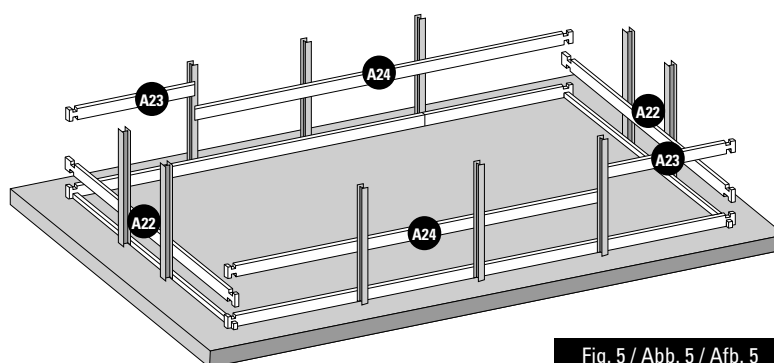

Fig. 5 / Abb. 5 / Afb. 5
- EN** **2nd LAYER OF BOARDS:** • Install the second layer of boards as shown in figure 5. • There is a wooden wedge in the structure packet to correctly assemble the boards. • Never directly hit against the boards. You would damage the pegs and would weaken the structure. Do not hit them with anything metallic. This would inevitably damage the wood. • Try to correctly assemble the boards right from the start. There should not be any space between each layer of boards to avoid maladjustment of the higher boards.
- FR** **2ÈME RANGÉE DE MADRIERS :** • Positionnez les madriers de la deuxième rangée conformément à la figure 5. • De manière à emboîter correctement les madriers, une cale en bois est à votre disposition dans le colis de structure. • Ne pas taper directement sur les madriers. Cela abîmerait les languettes et nuirait à la solidité de la structure. • Ne pas frapper avec une pièce métallique. Cela détériorerait le madrier irrémédiablement. • Veillez à emboîter bien à fond les madriers dès le départ. Il ne doit pas y avoir d'espace entre chaque rangée pour éviter un décalage au niveau des madriers supérieurs.
- DE** **2. BRETTERREIHE:** • Platzieren Sie die Bretter der zweiten Reihe laut Abb. 5. • Um die Bretter richtig anbringen zu können, finden Sie einen Holzkeil im Paket des Tragwerks. • Nicht direkt auf die Bretter klopfen. Das würde die Zapfen und die Festigkeit des Tragwerks beschädigen. • Nicht mit einem Metallteil darauf klopfen. Es würde das Holz unabänderlich beschädigen. • Versuchen Sie, die Bretter von Anfang an tiefgehend ineinander zu fügen. Zwischen den Reihen darf kein Platz sein, um eine Fehlanpassung der oberen Bretter zu vermeiden.
- NL** **2ª RIJ PLANKEN:** • Plaats de planken van de tweede rij zoals aangegeven op afbeelding 5. • Om de planken correct te assembleren, zit er een houten wig in het pakket van het frame. • Sla niet direct op de planken. Daardoor gaan het profiel kapot en wordt de stevigheid van het frame ondermijnd. • Sla er niet direct op met metaal. Hierdoor raakt het hout onherstelbaar beschadigd. • Zorg ervoor dat de planken vanaf het begin stevig op elkaar aansluiten. Er mag geen ruimte tussen de rijen overblijven, om te voorkomen dat de bovenste houtdelen onregelmatig uitkomen.